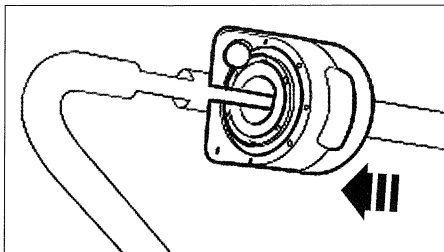

FIG. 16
- comprobar el posicionado de los silentblochs de la barra estabilizadora, colocarlos sin lubricante (fig. 16).